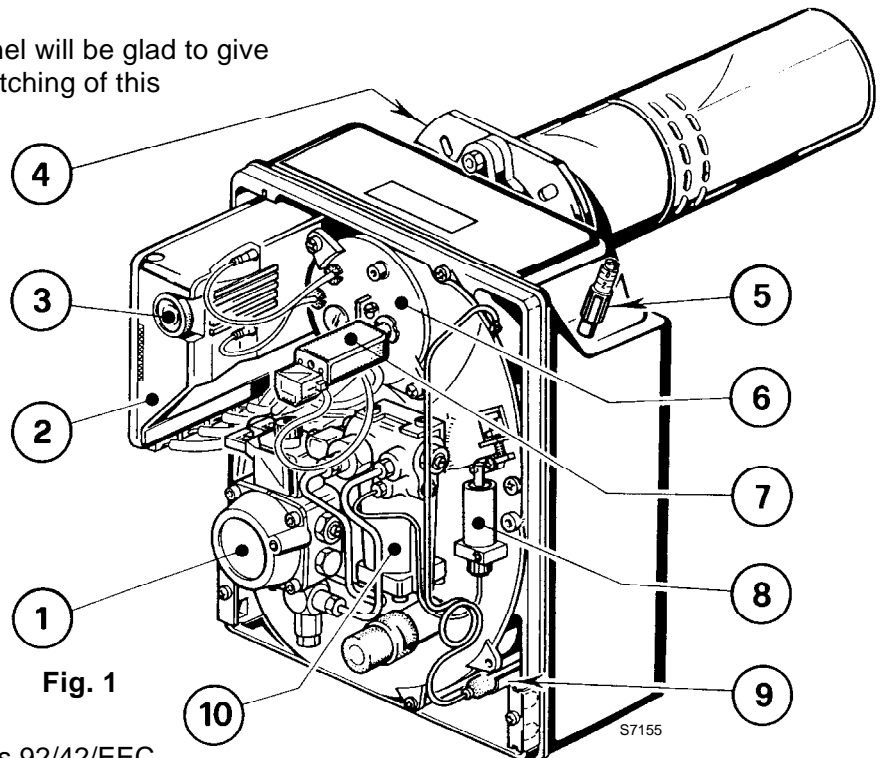

Fig. 1
A Signalée par le LED sur la boîte de commande et de contrôle (3, fig. 1, page 1).
- Détecteur flamme** (7, fig. 1, page 1).
Un défaut, dans la grande majorité des cas, se traduit par l'allumage du signal sur le bouton de réarmement manuel de la boîte de commande et de contrôle (3, fig. 1, page 1).